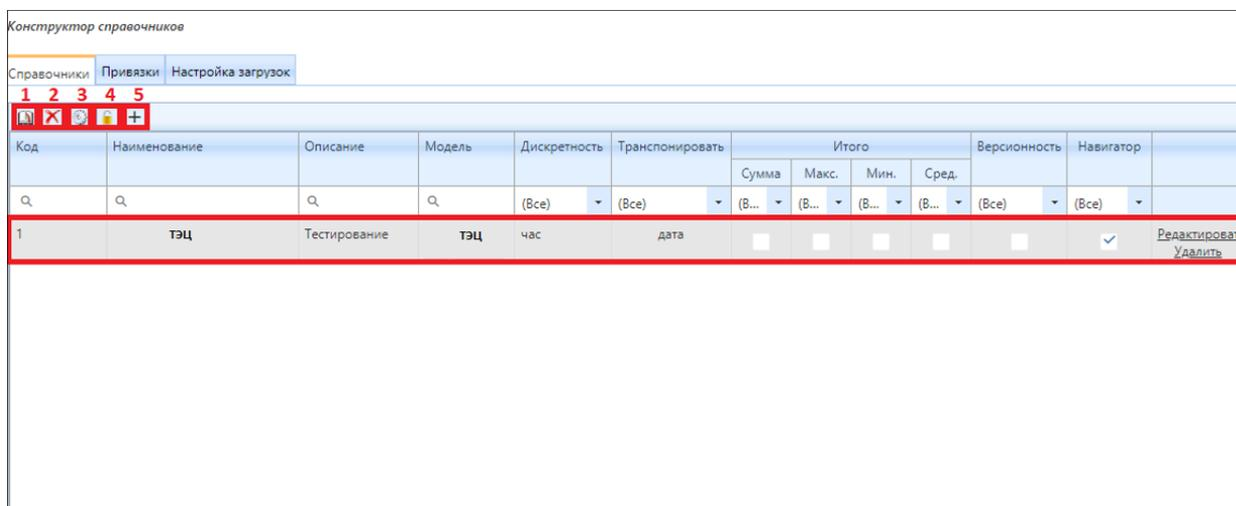

Рисунок 4.6.38 – Добавление нового пользовательского справочника
В подразделе во вкладке «Справочники» необходимо создать справочник, нажатием на кнопку (5) (рис. 4.6.38) и указать его код, наименование, описание, выбрать модель (нажав на кнопку (1) (рис. 4.6.38)), дискретность, проставить чек-боксы: версию (при необходимости) и вывод итоговых показателей по колонкам: сумма, максимальное, минимальное и среднее значение. Удалить справочник можно нажатием на кнопку (2) (рис. 4.6.38). Настроить доступ к справочнику можно нажатием на кнопку (4) (рис. 4.6.38).